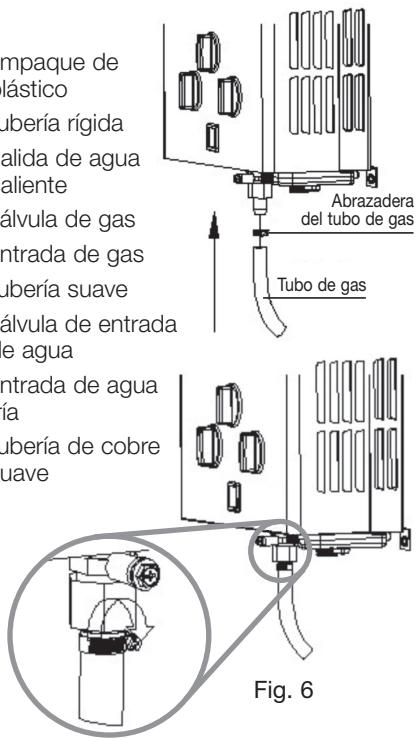

Fig. 6
1. Para los usuarios de gas L.P.: cerciórese que la válvula del contenedor de gas esté completamente cerrada, conecte la toma de gas y el regulador de presión mediante un tubo alimentador de 9.50 mm. Conecte las tuberías como se describe en la Fig. 6.
2. Para los usuarios de Gas Natural: cierre la llave principal de gas y conecte las tuberías como se describe en la Fig. 6.
Primeramente quite el tapón de drenado. Conecte como se ilustra en la Fig. 6. Si instala una válvula de control o llave en la salida de agua caliente o una regadera con llave de control asegúrese que los materiales de las mismas y las tuberías sean resistentes a las altas temperaturas; tuberías hechas de materiales como plástico o aluminio pueden dañarse por el calor. Coloque nuevamente el tapón de drenado.